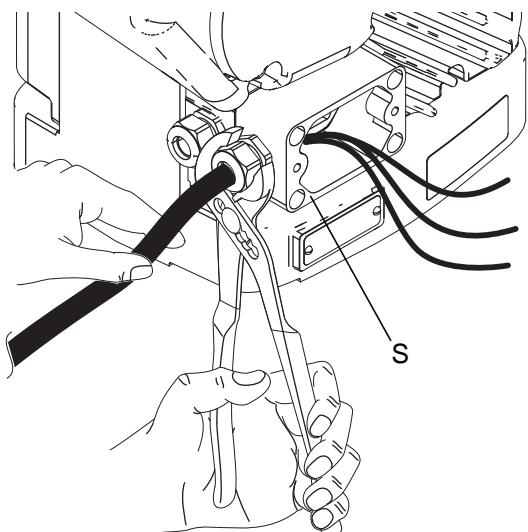

图 6：接线盒螺丝和应力消除
7. 更换步骤 2 中拆下的接线盒螺丝和垫圈，然后拧紧线夹以固定住接线盒 ( S ) 内的电源线。参见图 6。